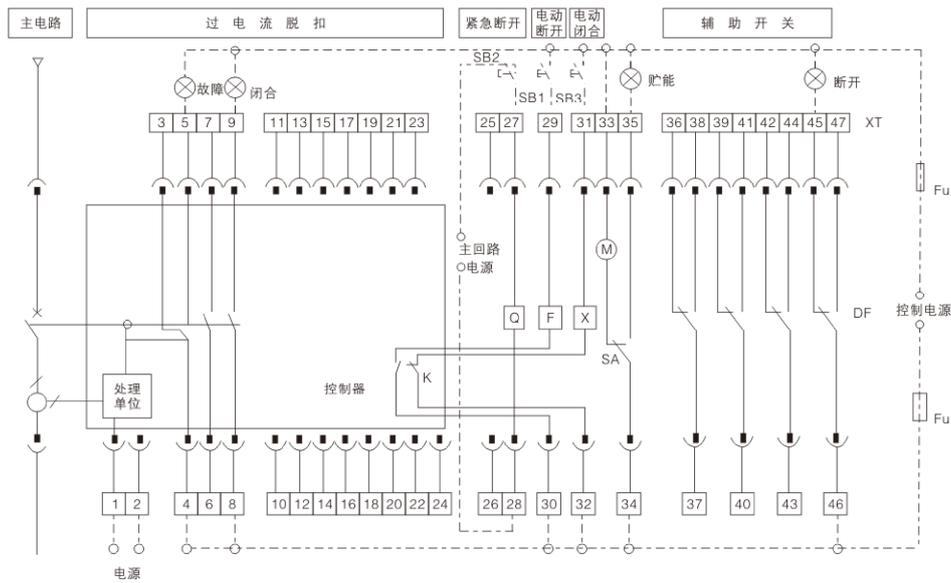

图13e 配L或M型智能控制器的断路器二次回路接线(辅助触头为四组转换触头)
•CFW45-2000~6300(200~6300A)断路器辅助开关由四组转换接触头组成的二次回路接线图，见图13e